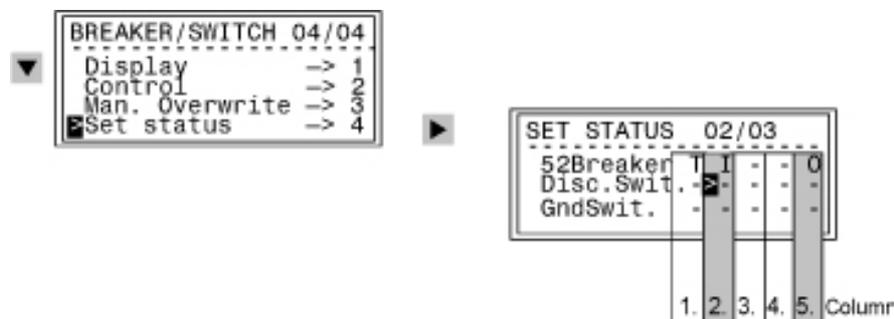

Рисунок 7-50 Установка Состояния через Переднюю Панель
При помощи клавиши **↓** выберите **Set Status**, и войдите в подменю **SET STATUS**, нажав клавишу **→**, как показано на Рис. 7-50.
В примере на Рис. 7-50 силовой выключатель (52) был отмечен (T) после того, как было установлено Игнорирование Входа (I), т.е. входной сигнал отсоединен. Выходная Блокировка введена (O), так что выходные команды также отсоединены. Для разъединителя и заземлителя никакие блокировки не введены.